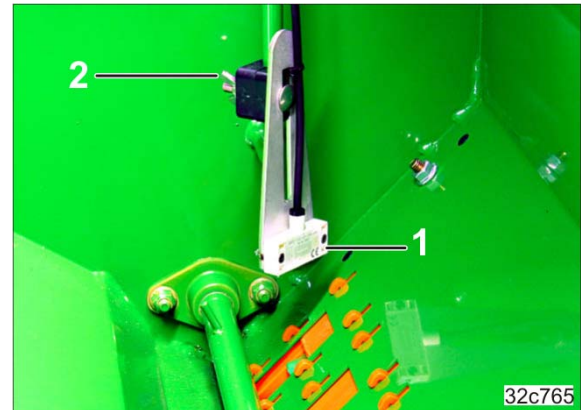

Fig. 126
1. Die Höhenlage des Füllstandssensor (Fig. 126/1) entsprechend der gewünschten Saatgutrestmenge einstellen.
2. Die Flügelmutter (Fig. 126/2) festziehen.